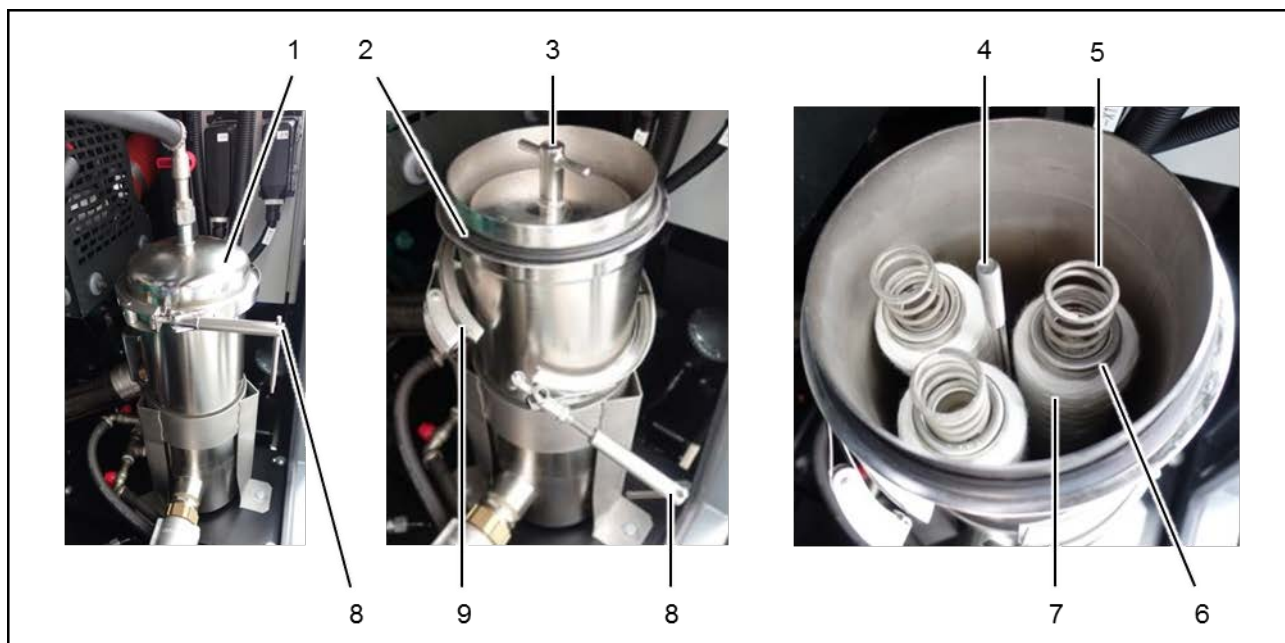

Рис. 19: снятие элемента водяного фильтра
При демонтаже элементов фильтра не допускайте повреждения уплотнения крышки (Рис. 19: поз. 2).
1. С помощью Т-образной шпильки откройте замок крышки (Рис. 19: поз. 8).
2. Снимите запорную скобу крышки (Рис. 19: поз. 9).
3. Снимите крышку водяного фильтра (Рис. 19: поз. 1), так чтобы освободить весь внутренний проем корпуса.
4. Прижимную пластину (Рис. 19: поз. 3) открутите с центральной штанги (Рис. 19: поз. 4).
5. Извлеките элементы фильтра с пружинами (Рис. 19: поз. 5), уплотнительными колпачками (Рис. 19: поз. 6) и патронами фильтра (Рис. 19: поз. 7).
При монтаже элементов фильтра не допускайте повреждения уплотнения крышки (Рис. 19: поз. 2).
2. Наденьте патроны (Рис. 19: поз. 7) на направляющие штанги внутри корпуса фильтра. При этом следите за тем, чтобы они прилегали к нижней кромке по центру (герметизация патронов с нижней стороны).
3. Для герметизации с верхней стороны наденьте колпачки (Рис. 19: поз. 6) на патроны (Рис. 19: поз. 7).
4. Установите пружины (Рис. 19: поз. 5) на колпачки (Рис. 19: поз. 6).
5. Прижимную пластину (Рис. 19: поз. 3) накрутите на центральную штангу (Рис. 19: поз. 4), так чтобы пружины натянулись.
6. Проверьте посадку уплотнения крышки на фланце корпуса (Рис. 19: поз. 2). При повреждении уплотнение крышки следует заменить.
7. Установите крышку водяного фильтра (Рис. 19: поз. 1) на корпус фильтра.
8. Установите запорную скобу крышки (Рис. 19: поз. 9) на фланец корпуса (Рис. 19: поз. 2).
9. Затяните запорную скобу крышки (Рис. 19: поз. 9) с помощью Т-образной шпильки (Рис. 19: поз. 8):